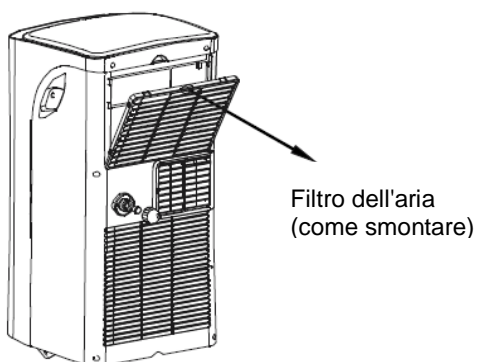

Fig. 24
Estragga il filtro dell'aria ruotandolo in direzione della freccia (Fig. 24).
- Tolga il tappo dallo scarico sul fondo e lasci uscire tutta l'acqua dalla bacinella inferiore (vedere la Fig. 24).